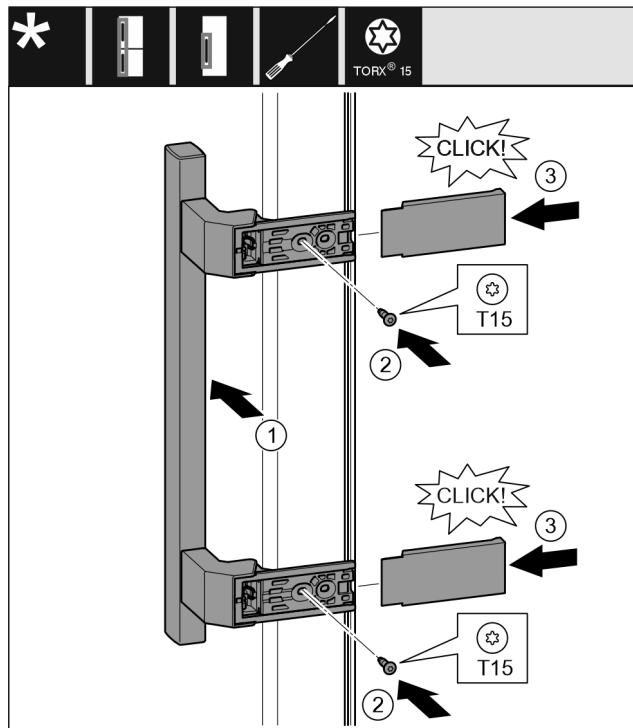

Fig. 20
- ▶ Držadlo nasadte na opačnú stranu. Fig. 20 (1)
- ▶ Skrutkovačom T15 pevne zaskrutkujte skrutky. Fig. 20 (2)
- ▶ Kryt nasadte a nasuňte z boku. Fig. 20 (3)